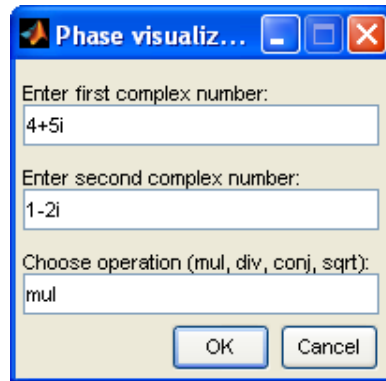

Abbildung 5: Input-GUI-Dialog
- a) Erstellen Sie ein MATLAB Skript, welches zwei komplexe Zahlen durch eine mathematische Operation verarbeitet. Die Eingabe der beiden Zahlen und die mathematische Operation soll dabei durch ein Input-GUI-Dialog (`inputdlg`) realisiert werden. In dem Dialogfenster sind drei Eingabefelder wie in Abb. 5 dargestellt, einzurichten.